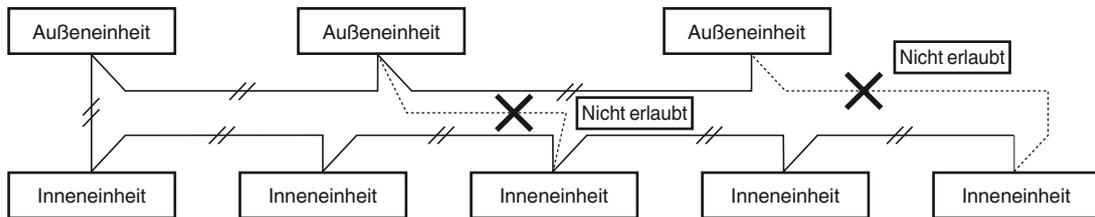

Abb. 4-3
- Die Einheiten-Steuerverbindungsverkabelung darf nicht so angeschlossen werden, dass eine Schleife gebildet wird. (Abb. 4-3)